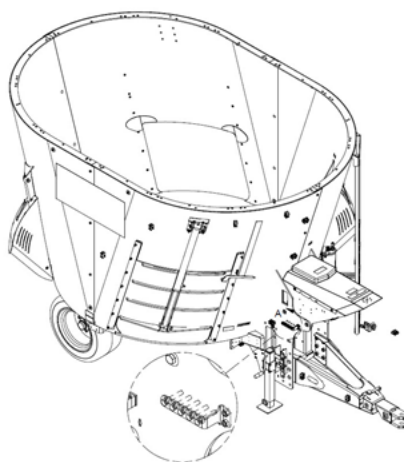

Figure 39 — Emplacement des boulons de sécurité sur les SMARTMIX A280 et A380
3. Installez un nouveau boulon (M10x60 8.8) (Figure 39).